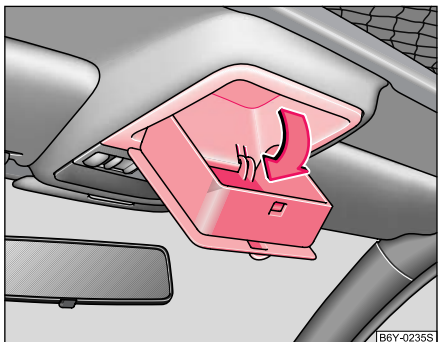

Fig. 170 Detalle del revestimiento interior del techo: compartimento guardaobjetos abatible
- El compartimento guardaobjetos abatible se abre abatiéndolo en el sentido de la flecha ⇒ fig. 170.